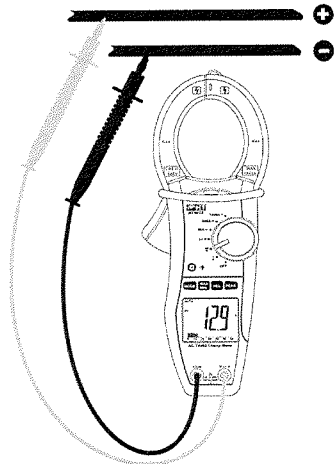

Abb. 3 DC Spannungsmessung
2. Verbinden Sie die Meßleitungen mit den Eingangsbuchsen. Die rote Messleitungsbuchse mit der $V\Omega\Omega$, Eingangsbuchse, die schwarze Messleitungsbuchse mit der COM Eingangsbuchse (Abb. 3)